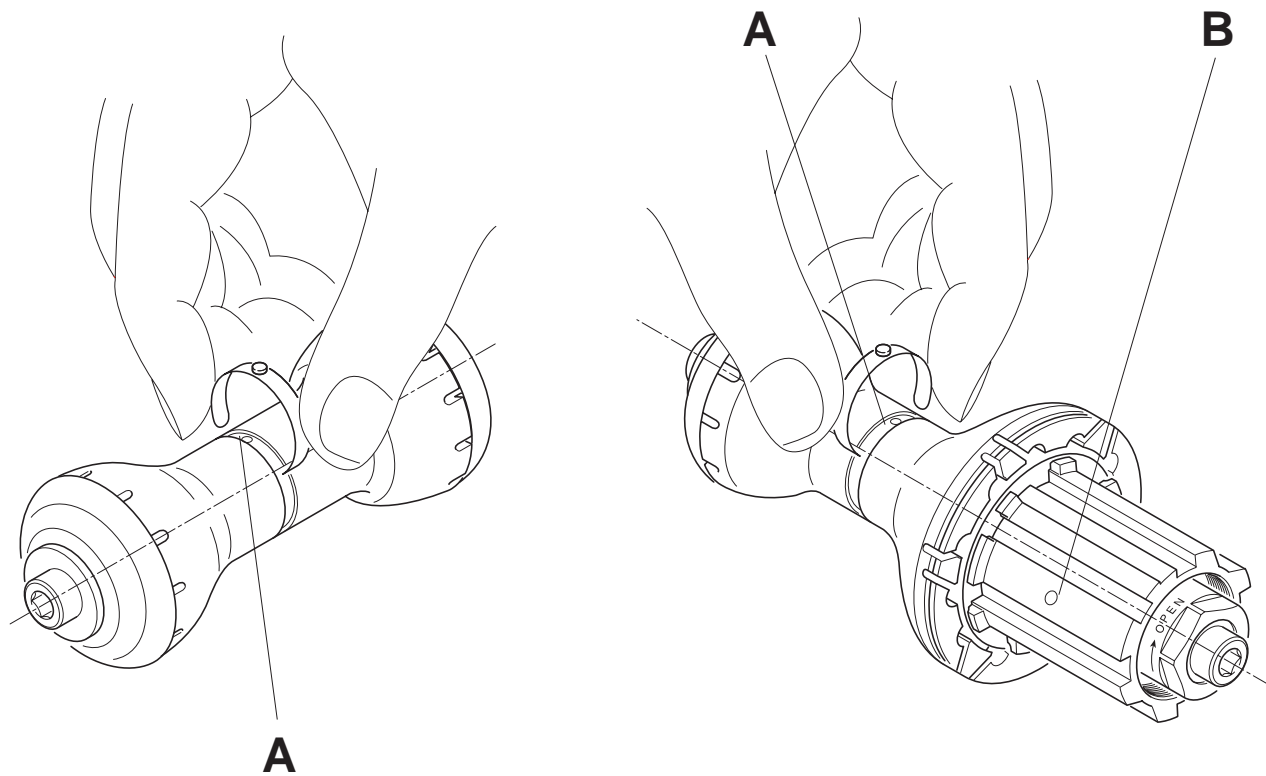

Fig.74
- Nelle ruote BORA, SHAMAL, NUCLEON, la lubrificazione si effettua tramite i fori di lubrificazione (A e B Fig. 74) presenti sui mozzi:
- Pour les roues BORA, SHAMAL, NUCLEON, le graissage s'effectue par les orifices de lubrification (A et B, Fig. 74) présents sur les moyeux:
- BORA, SHAMAL, NUCLEON wheels: lubrication is performed through the lubrication holes (A & B, Fig. 74) on the hubs.
- La lubricación de las ruedas BORA, SHAMAL, NUCLEON, se efectúa a través de los orificios de lubricación (A y B, Fig. 74) de que disponen los bujes: